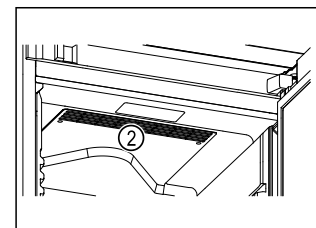

Fig. 67
- ❑ Lüftungsschlitze Fig. 67 (2) des Umluftgebläses im Innenraum freihalten.